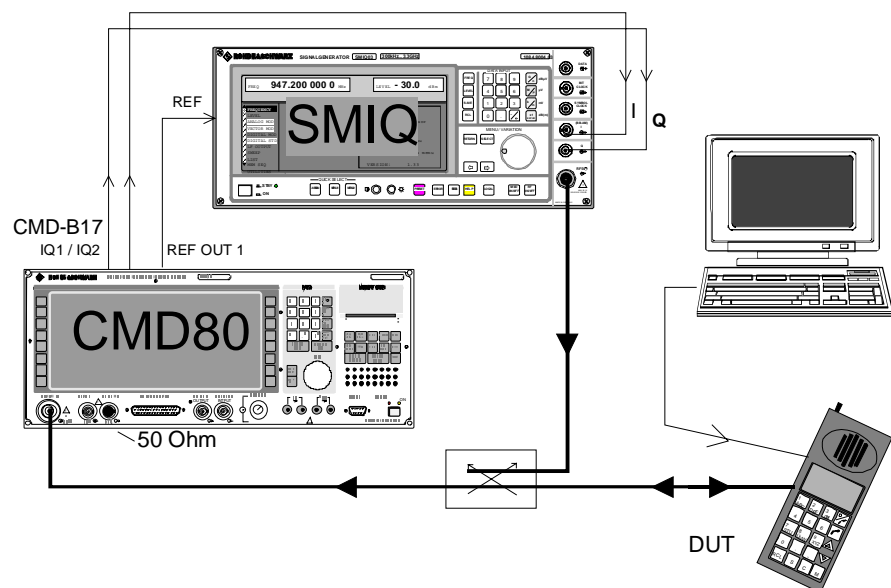

Bild 1: Zusammenschaltung der Geräte
Für Biterrormessungen muß man in der Mobilstation eine Schleife vom Empfangs- zum Sendepfad schalten. Dies geschieht über eine (herstellerspezifische) Fernsteuerung, die im Bild 1 von einem Laptop symbolisiert wird.
- Verbinden Sie die HF-Pfade gemäß Bild 1. Das Meßobjekt soll jedoch noch nicht angeschlossen sein. Verwenden Sie gut geschirmte Kabel.